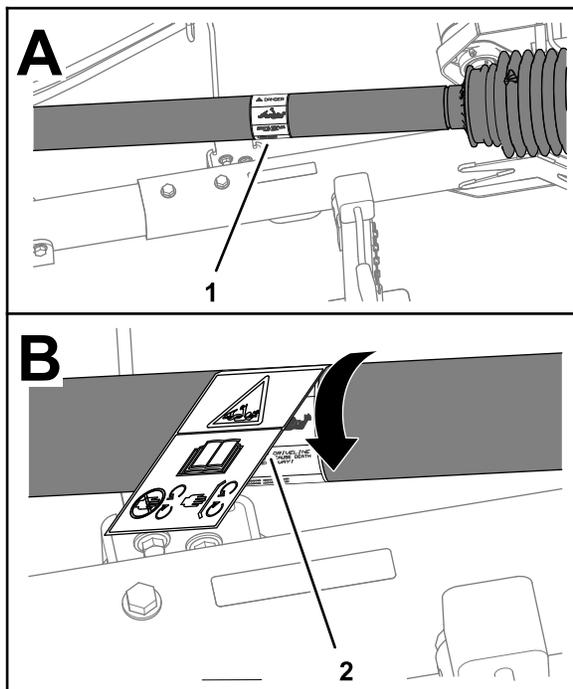

Рисунок 3
1. Поверните кожух вала, чтобы получить доступ к имеющейся наклейке с предупреждением об опасности затягивания (Рисунок 3).
4. Установите наклейку с предупреждением об опасности затягивания (стандарт CE) поверх существующей наклейки, предупреждающей об опасности затягивания (Рисунок 3).